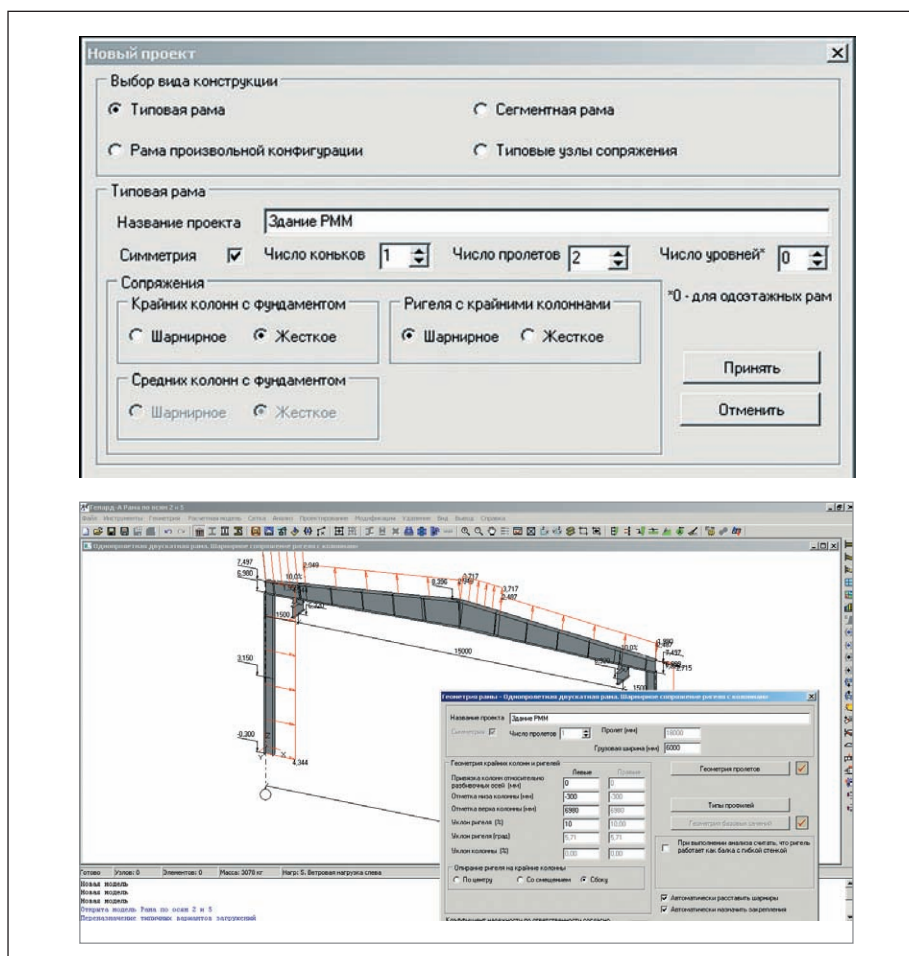

Рис. 2. Окна задания и корректировки основных параметров и графическое отображение информационной модели плоской рамы в Гепард-А
1. В программе Гепард-А создается информационная модель плоской рамы (рис. 2), а в перспективе — набор плоских рам по соответствующим осям, на основе которых будет формироваться трехмерная модель.